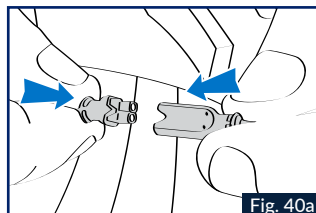
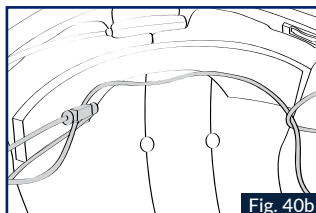

Fig. 40a
Fig. 40b
11. Effectuer les branchements des speakers (connecteur noir 2 branche), et le clavier suivant la FIG. 40a, puis faire passer le câble du speaker droite comme indiqué sur la Fig. 40b